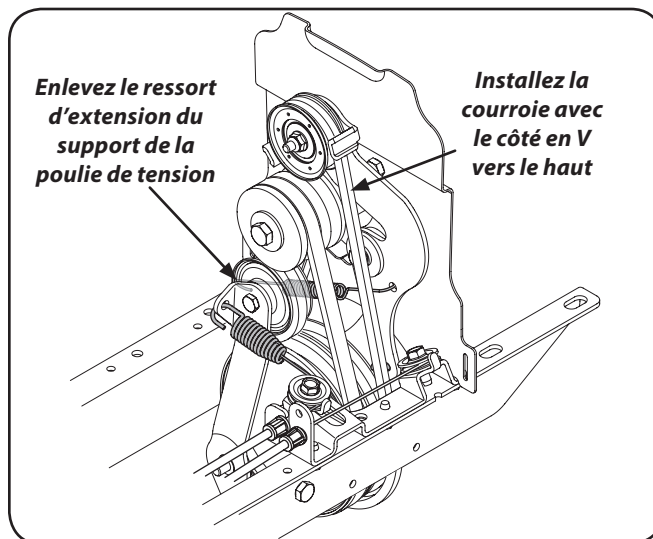

Figure 7-3
4. Enlevez le ressort d'extension du support de la poulie de tension. Voir Figure 7-3. À l'aide d'une pince à bec pointu, saisissez l'extrémité du ressort accrochée au châssis. Débranchez l'extrémité du ressort du châssis et relâchez doucement la tension en éloignant le ressort du châssis.